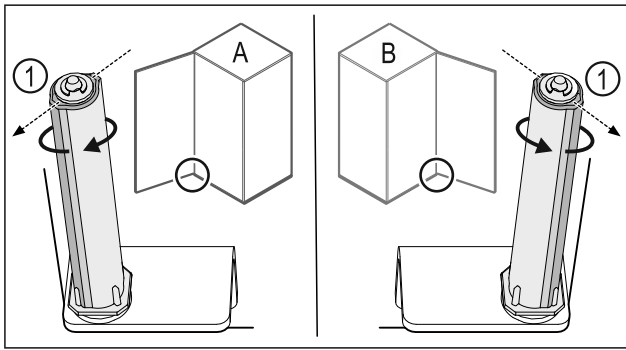

Fig. 37 Links scharnierend (A) / rechts scharnierend (B)
- ▶ Sluitsysteem tegen de weerstand in draaien tot het schot van het sluitsysteem Fig. 37 (1) naar buiten wijst.